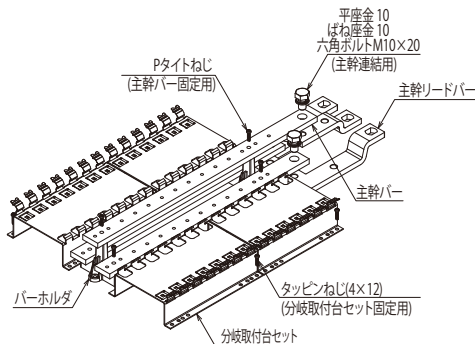

図3
2.主幹バーの取付け(図3)
3.分岐取付台セットの取付(図3)
4.主幹リードバーの取付(図3)